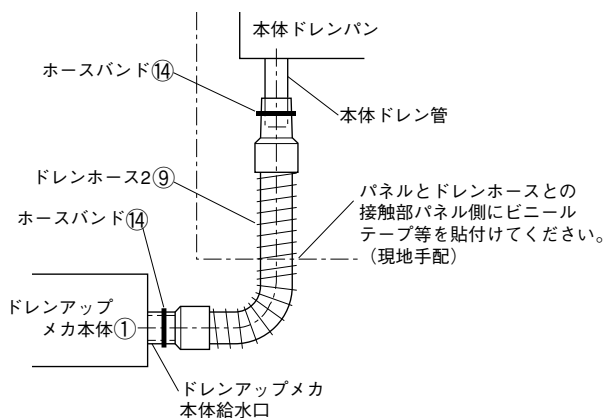

図10
- 1) 本体ドレン管と、ドレンアップメカ本体①のドレン給水口をドレンホース2⑨にて接続してください。－図10